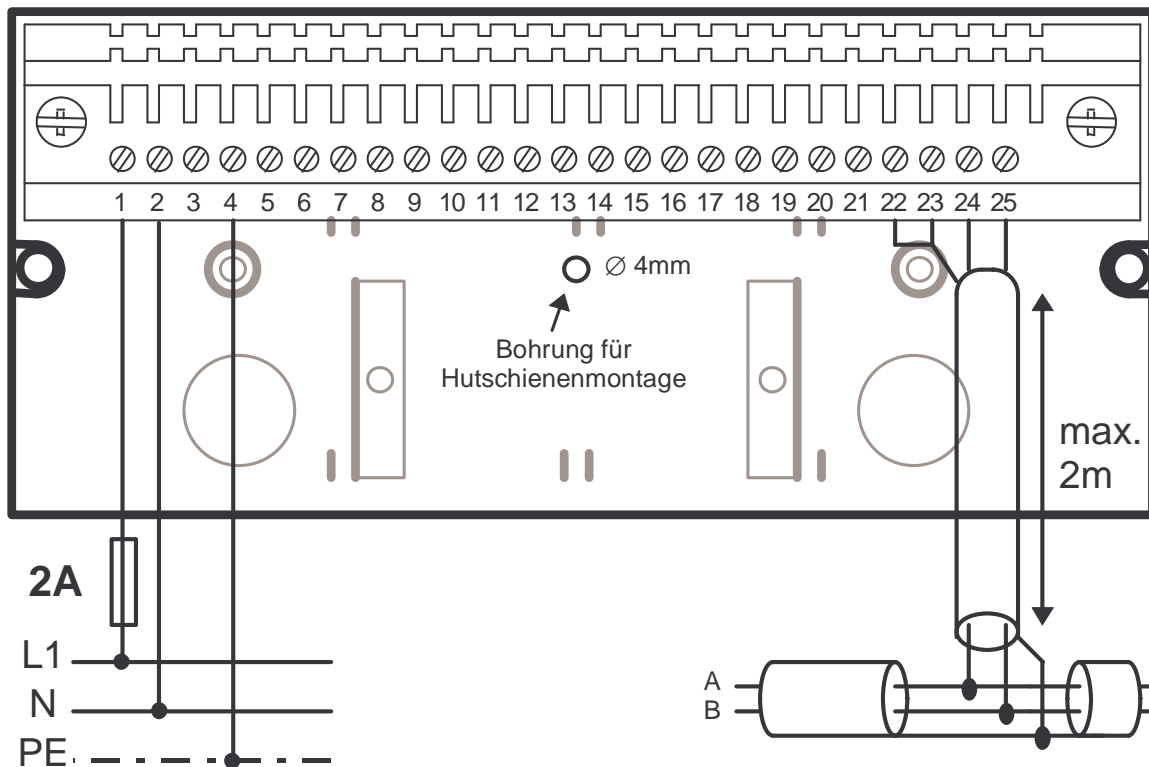

Abbildung 2: Anschlußbild
- Der Anschluß erfolgt gemäß Anschlußplan Abbildung 2, Seite 8.
Für die Hutschienenmontage muß zuerst in der Mitte des Sockelbodens eine Bohrung mit 4mm Durchmesser angebracht werden (siehe Abbildung 2). Die Stelle ist an der Unterseite des Sockels markiert.
Der Anschluß erfolgt gemäß dem Anschlußbild in Abbildung 2.
Die Versorgungsspannung beträgt 230 V~, 50 / 60 Hz. Der Anschluß erfolgt an den Klemmen „230V~“ gemäß dem Anschlußbild in Abbildung 2, Seite 8.
Der Anschluß erfolgt an den Klemmen „Bus A“, „Bus B“ und „Bus ⊥“ gemäß dem Anschlußbild in Abbildung 2, Seite 8. Der Anschluß für „Bus ⊥“ ist auch an der Klemme 22 verfügbar.